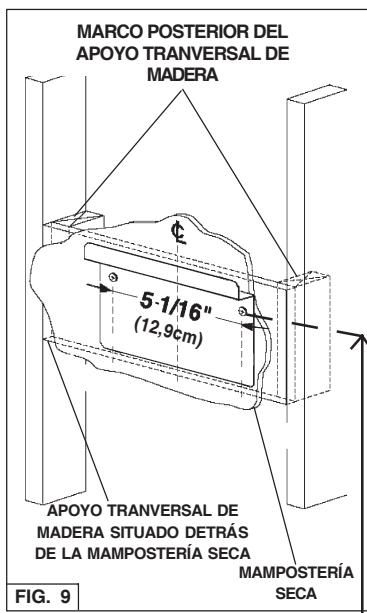

FIG. 9
- Construya una **estructura de madera** en la pared que quedará nivelada con la parte interior de los tacos en la pared. Fig.9.